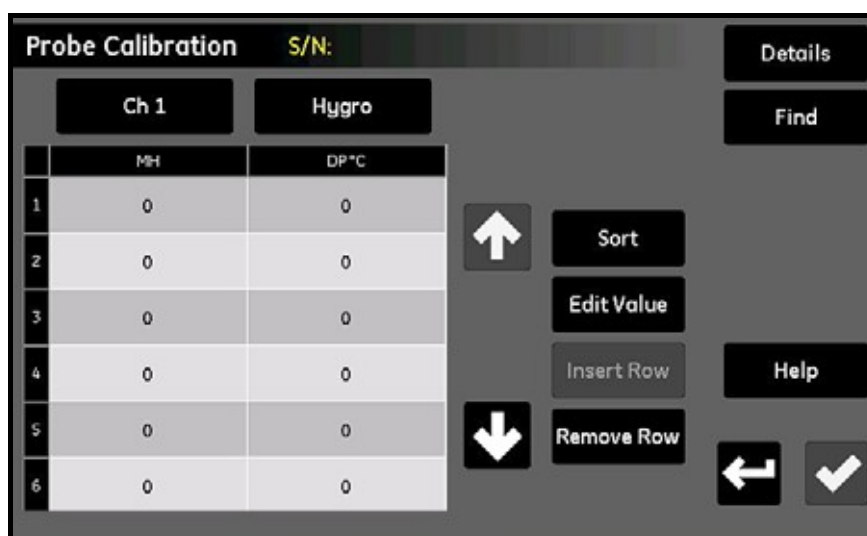

図58：プローブ校正（Probe Calibration）画面
1. Configuration メニューから Probe Calibration ボタンをタップし、65 ページ図 58 に類似の Probe Calibration 画面を開きます。対応するプローブの製造番号が、参照用に画面の上部に表示されていることに注目してください。